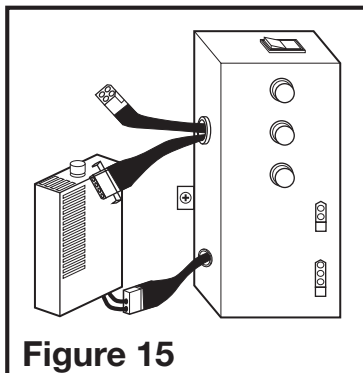

Figure 15
- 3d. **DÉTECTION D'HUMIDITÉ ET DE MOUVEMENT :** Branchez les cordons à 2 broches et 3 broches à connexion rapide du moteur du ventilateur dans le logement correspondant situé sur le couvercle du compartiment de fil. Connectez le connecteur à deux broches à partir du compartiment de l'hygrostat au connecteur à deux broches du côté du couvercle du logement de fil. Ces cordons s'adaptent d'une seule manière dans les récipients (Figure 15).